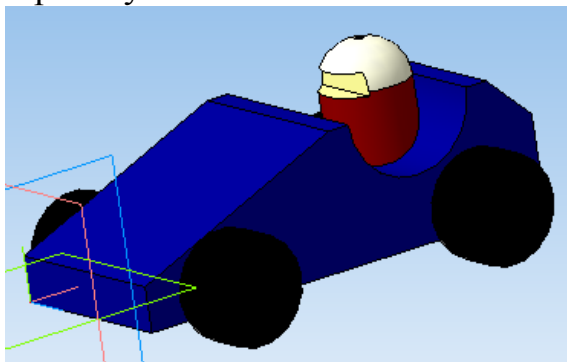

Рис. 14
15. Последовательно выделяя в Дереве построения элементы, раскрасьте всю модель (рис. 14).